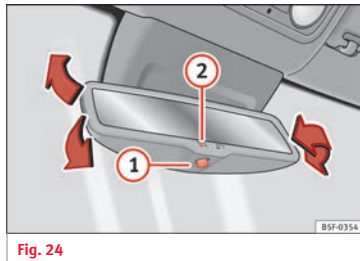

Fig. 24
Aktivering af automatisk afblænding: Tryk på knappen ① » Fig. 24. Kontrollampen ② lyser, og spejlet afblændes, hvis det bliver udsat for en lyspåvirkning.